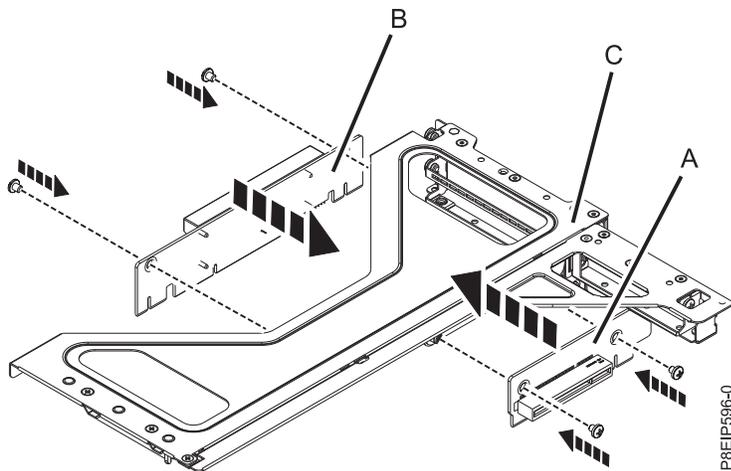

Abbildung 41. PCIe-Riserkarten im Adapterrahmen wiedereinbauen
5. Wenn Sie die Riserkarten für Position 3 (A), 4 oder 5 (B) wiedereinbauen müssen; tauschen Sie die Schrauben aus, mit denen die PCIe-Riserkarte am Rahmen (C) befestigt ist (siehe Abb. 41 auf Seite 41).